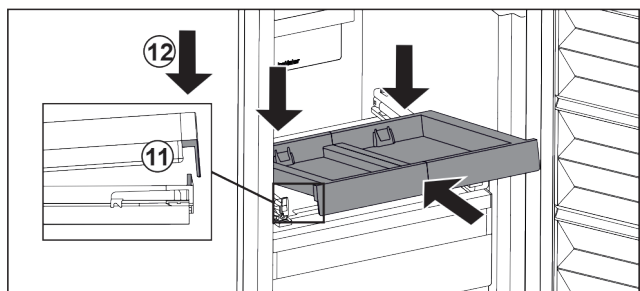

Fig. 84
- ▶ Вставьте, наклоняя вниз. Обратите внимание на то, чтобы на обеих сторонах упор был за накладкой. Fig. 84 (11)
- ▶ Снимите выдвижную панель спереди. Fig. 84 (12)